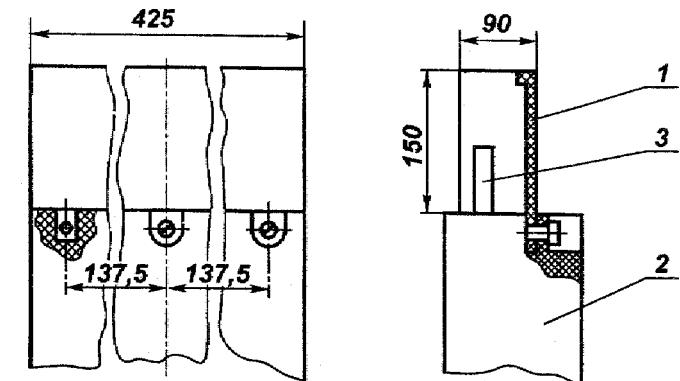

Рис.11. Установка козырька на выключатель стационарного исполнения.
- установите в пазы корпуса выключателя козырек, поставляемый вместе с выключателем, предварительно вывернув винты, крепящие крышку выключателя со стороны неподвижных контактов. После установки козырька винты завернуть до упора. Установка козырька показана на рис. 11.